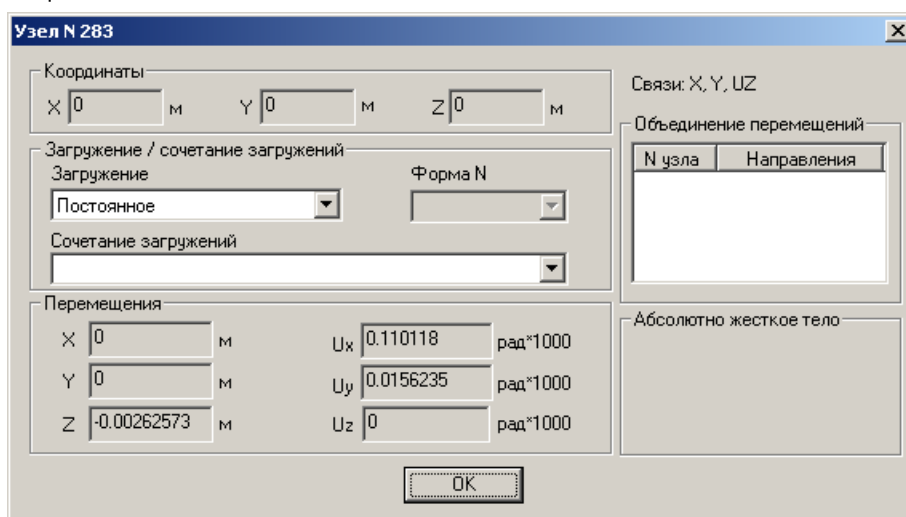

Рис.1.27.6. Окно диалога **Узел №283**
- В открывшемся окне диалога **Узел №283** (рис. 1.27.6) просмотрите перемещения узла от разных нагружений.